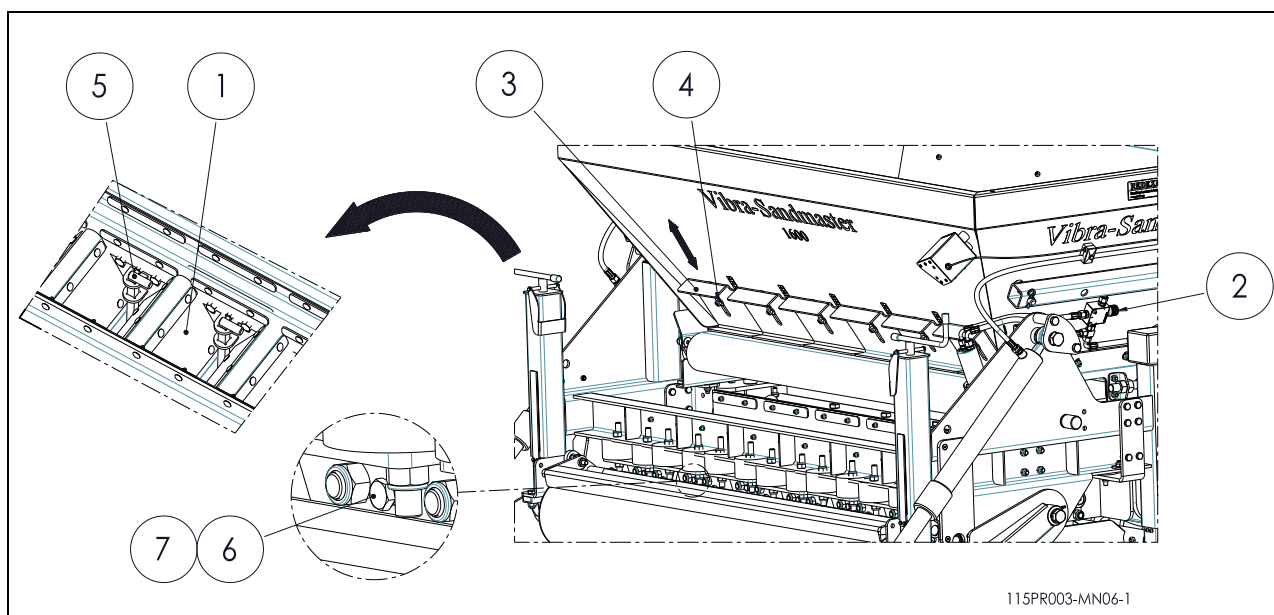

Fig.11
– **Impostazione tramite la regolazione della velocità del nastro trasportatore. (Fig.11)**
– **Impostazione per ogni lama. (Fig.11)**
– Impostazione del perno della lama (Fig.11)